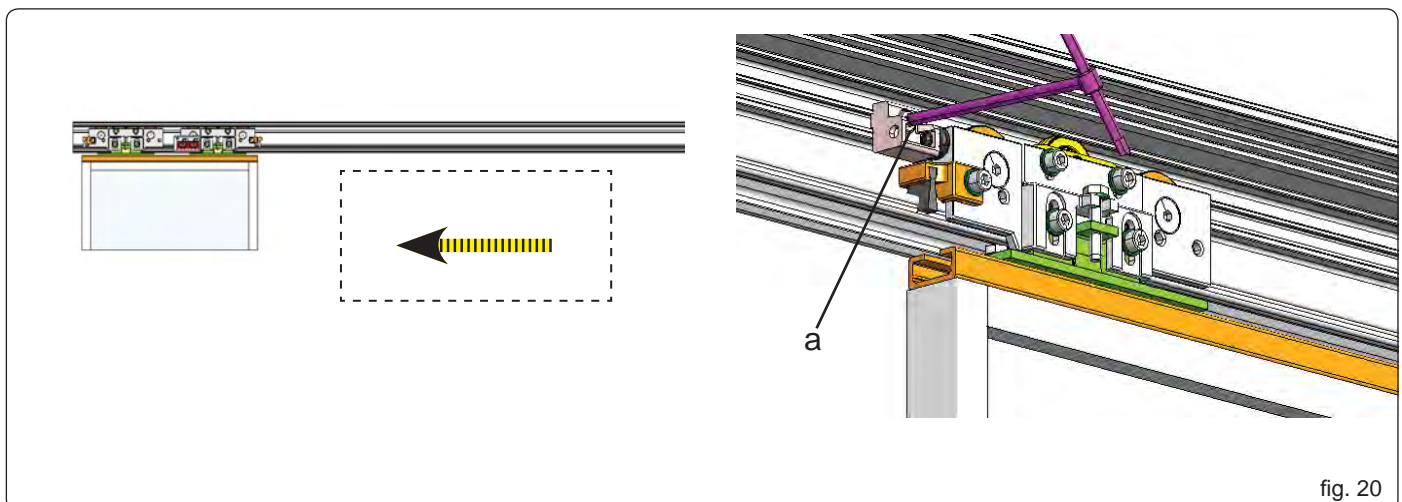

fig. 20
- Ta bladet/bladen till öppen position (fig. 20), och ta det mekaniska stoppet fram till vagnen tills de två delarna vidrör varandra och drag åt låsbulten (Fig.20 ref. a).